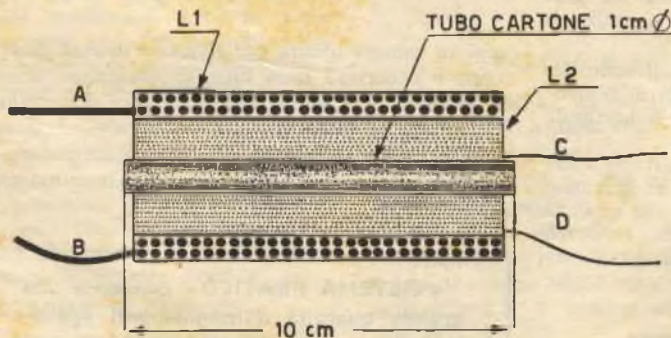

Fig. 4. — Questa la disposizione d'obbligo dei vari componenti che costituiscono l'alimentatore.
9.000 spire. (Fig. 4) Occorrerà isolare ogni strato, da quello precedente, con un sottilissimo foglio di carta cellophane o simili.